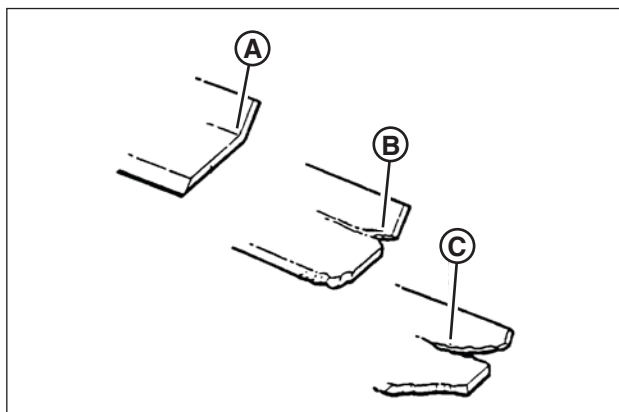

Figure 19 : Limite d'usure de la lame standard
1. Inspecter fréquemment la lame (**Figure 19**) pour voir si elle est excessivement usée ou endommagée :